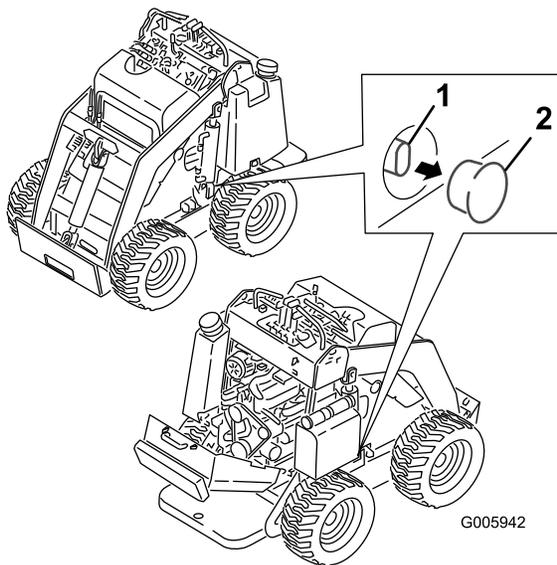

図 19
2. 各燃料タンクの下にあるプラグ（牽引バルブのカバー）を外す（図 19）。